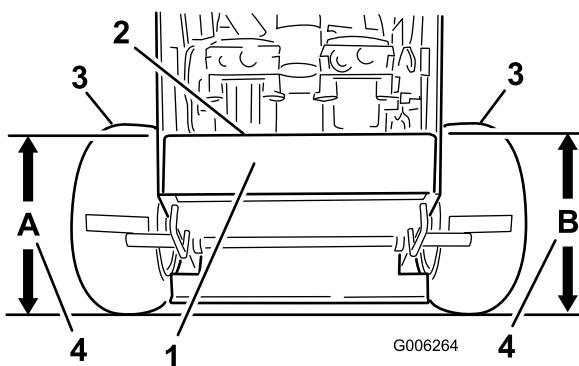

Figura 67
- Mida la altura de la plataforma del motor en la posición A (Figura 67).
- Mida la altura de la plataforma del motor en la posición B (Figura 67).